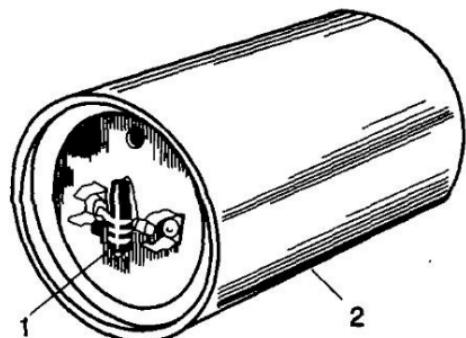
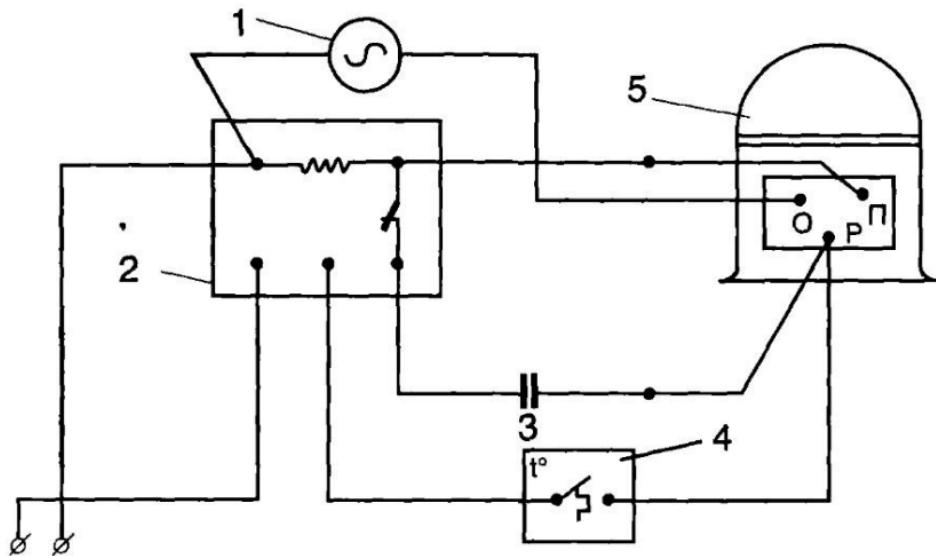

Рис. 35. Пусковой конденсатор с резистором:
Рис. 37. Электрическая схема компрессора с пусковым конденсатором:
11.1. Пусковой конденсатор используют в пусковой цепи электродвигателя. Он имеет относительно большую емкость и выполнен в виде цилиндра в пластмассовом корпусе (рис.35). Этот конденсатор рассчитан на кратковременную работу. Если он неисправен, его обязательно заменяют и проверяют пусковое реле до включения агрегата, иначе новый конденсатор также может быстро выйти из строя.
Вновь монтируемый конденсатор должен иметь емкость, рекомендуемую заводом-изготовителем или несколько больше. К клеммам заменяемого конденсатора должен быть припаян резистор мощностью 2 Вт и сопротивлением 15-20 кОм (см. рис. 35), он предотвращает искрение и подгорание контактов пускового реле. Включение пускового конденсатора в схему представлено на рис. 37.